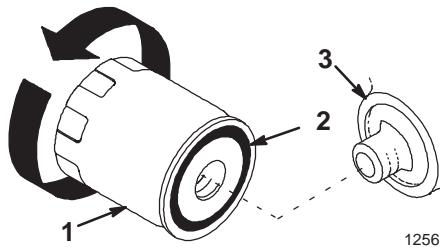

Figure 32
2. Déposez le filtre usagé (Fig. 32).
- 3.** Essuyez la surface du joint de l'adaptateur du filtre (Fig. 32).
- 4.** Appliquez une fine couche d'huile neuve sur le joint en caoutchouc du filtre de rechange (Fig. 32).
- 5.** Posez le filtre à huile de rechange sur l'adaptateur. Tournez le filtre dans le sens des aiguilles d'une montre jusqu'à ce que le joint rejoigne l'adaptateur, puis donnez 3/4 de tour supplémentaire (Fig. 32).
- 10.** Faites l'appoint d'huile jusqu'au repère maximum (H) sur la jauge.